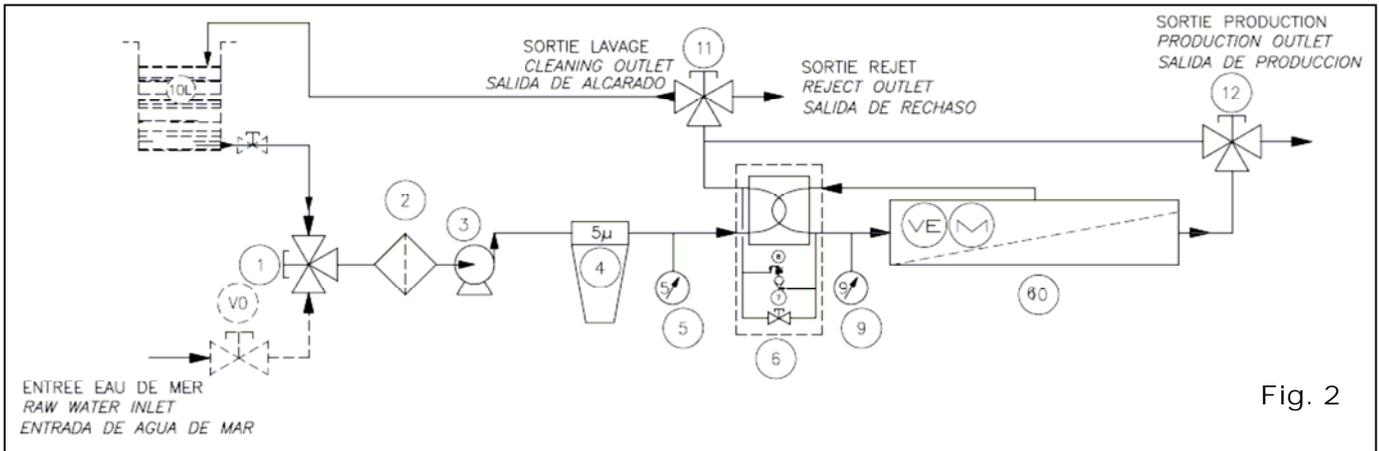
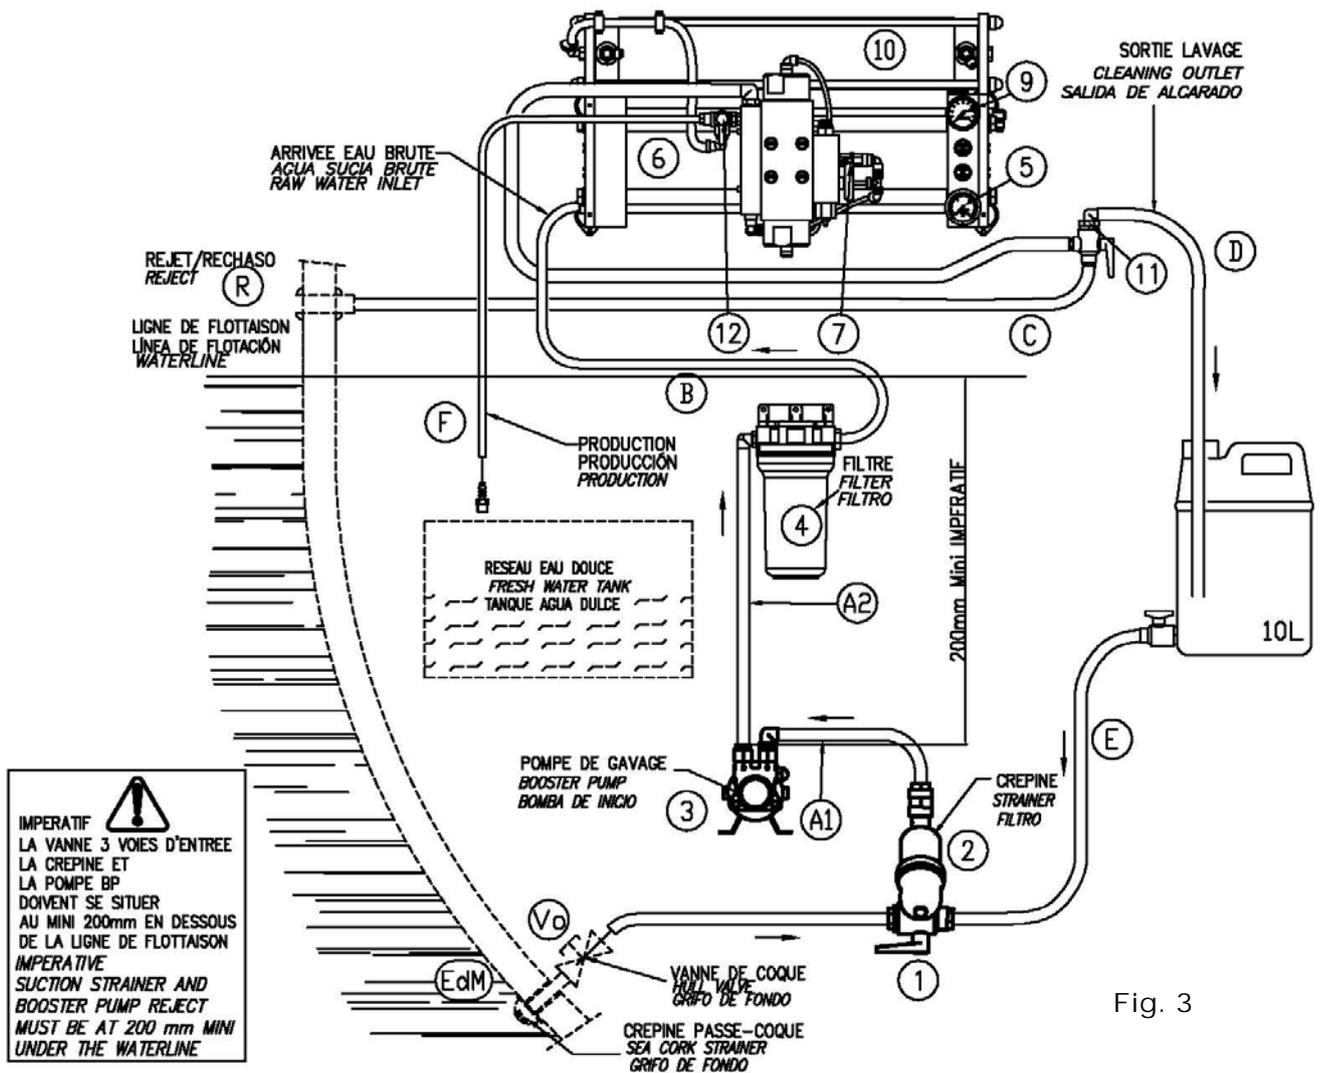

Fig. 2
Fig. 3
### 3.1 – CICUITO DE AGUA (VER FIG.2 Y FIG.3 PAGINA SIGUIENTE)
La bomba de baja presión (BP) se instala debajo de la línea de flotación (al menos 200mm), entre el grifo de casco y el filtro 5 $\mu$ , como indicado en la Fig. 3p34, siguiendo una línea ascendente para evitar las entradas de aire.